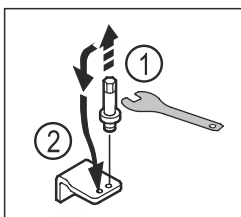

Fig. 17
- ▶ Keerake alumise laagripuki polt väliskruuskantvõtmega VM5 välja. Fig. 17 (1)
- ▶ Pange polt vastasküljel sisse. Fig. 17 (2)